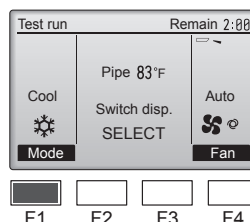

Fig. 8-3
- ① Pulse el botón [F1] para cambiar el modo de funcionamiento. (Fig. 8-3)